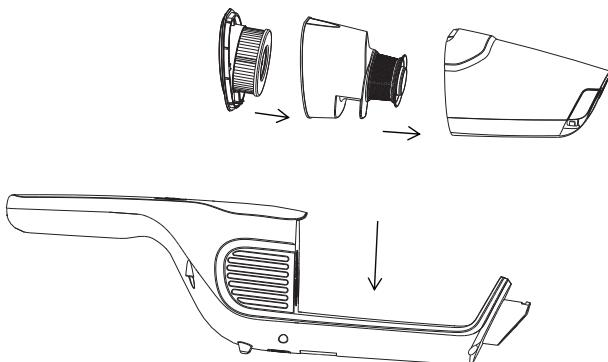

Fig. 6-5
5) Når du har rengjort støvbeholderen, skal du først sætte filteret i filterdækslet og derefter sætte dem i støvbeholderen. Sæt derefter støvbeholderen i den håndholdte enhed. (Se fig. 6-5)